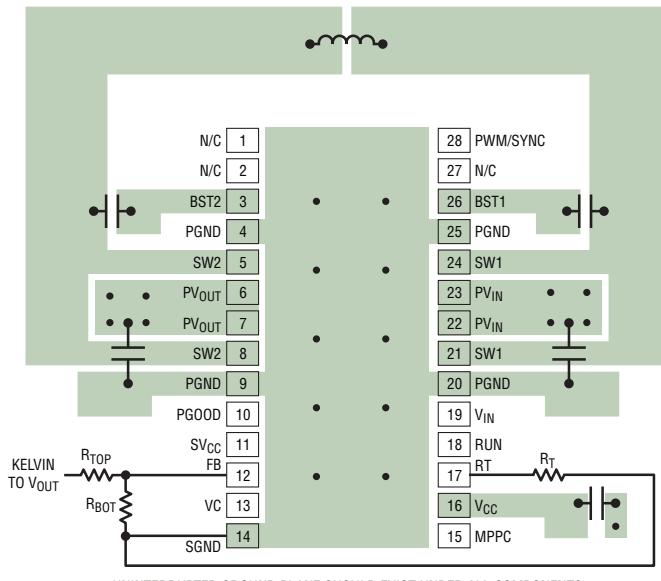

図11. FEパッケージの推奨PCBレイアウト
LTC3119の昇降圧コンバータは大きな電流を高い周波数でスイッチングします。ノイズのない安定した効率の良いアプリケーション回路にするには、PC基板レイアウトに特に注意する必要があります。図11と図12は各パッケージの代表的なPCBレイアウトで、主な検討事項のいくつかを示しています。主なガイドラインを以下に説明します。
1. 循環する全ての高電流経路の寄生インダクタンスと寄生抵抗を最小限に抑えます。これは図11と図12の太線で表されている全ての部品への配線をできるだけ短くかつ幅広くすることによって実現できます。コンデンサのグランドは、できるだけ短い配線を用い、ビアを使ってグランド・プレーンに接続します。 P_{VIN} 、 P_{VOUT} 、および V_{CC} のバイパス・コンデンサはできるだけデバイスの近くに配置し、グランドへの経路をできるだけ短くします。
5. グランド・プレーンの大きな循環電流がLTC3119の動作を妨害しないように、全ての小信号グランドは専用のケルビン(4線)配線を経由してGNDに直接戻します。これには、図11と図12に示すように、RTピンの抵抗のグランド接続と帰還ネットワークのグランド接続が含まれます。